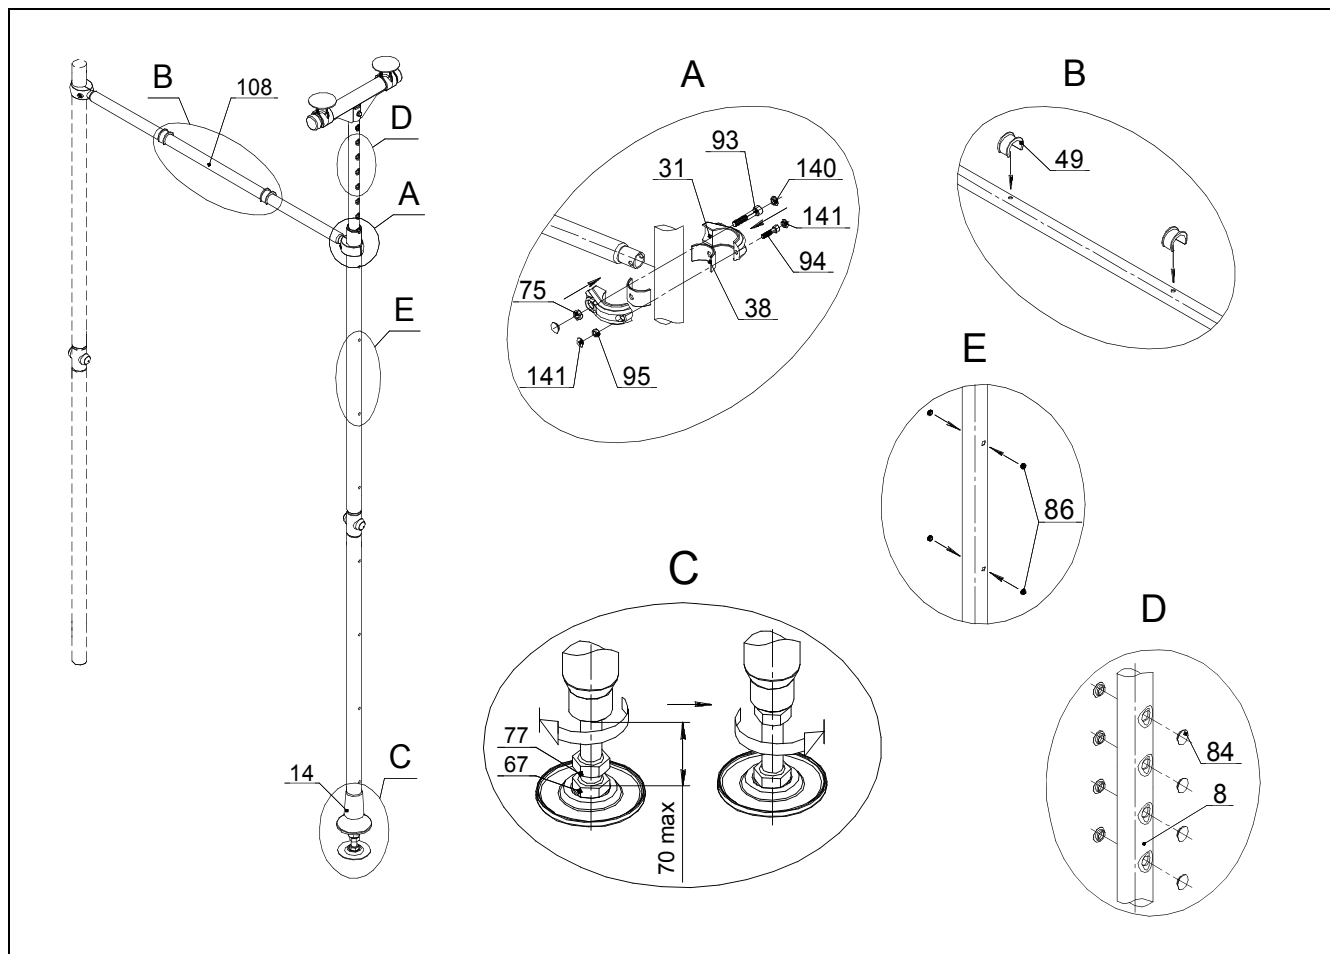

Рис.4
- A. Установить связи поз.108. Винты поз.93; 94 туго не затягивать, заглушки поз. 140; 141 не устанавливать(рис.4)
- C. Распереть КОМПЛЕКС вывинчиванием болта поз.67. Обеспечить вертикальность установки стойки (контролировать по отвесу), после касания всех верхних опор с потолком необходимо выполнить 1-3 оборота болта поз.67 и законтрить его гайкой поз.77 (рис.4)